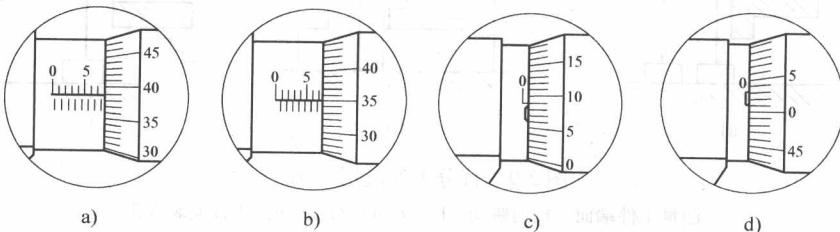

图 2-7 千分尺的读数方法
2. 外径千分尺读数方法 其读数方法如下：①由固定套管上露出的刻线读出被测工件的整数（下边格）和半毫米（上边格出来，加 0.5mm）数。②在微分套筒上由固定套管纵刻线读出被测工件的小数部分。③将整数和小数部分相加，即为被测工件的尺寸。图 2-7 所示为千分尺的几种读数方法。